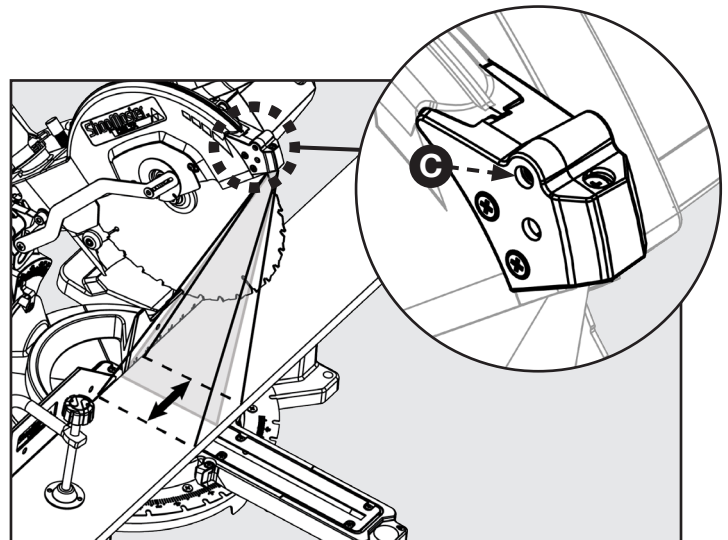

FIGURE 25
Consultez la figure 25 et suivez les instructions suivantes si vous remarquez le déport de la ligne du laser de la ligne actuelle de la coupe : tournez la vis (C) avec un tournevis à tête cruciforme pour corriger le déport.